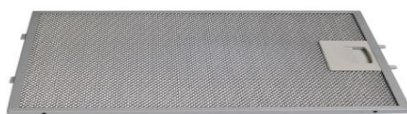

Рис. 2
1. Снимите алюминиевый жироулавливающий фильтр (рис. 2).
6. Подключите кабель, соединяющий панель управления с турбиной вытяжки (рис. 2).
7. Установите алюминиевый жироулавливающий фильтр (рис. 2).
Для отсоединения алюминиевого фильтра (рис. 2) следует нажать на пружинный замок на фильтре и вынуть его. Установка фильтра производится в обратном порядке. Следует нажать на пружинный замок на фильтре и установить его на место, после чего замок отпустить.